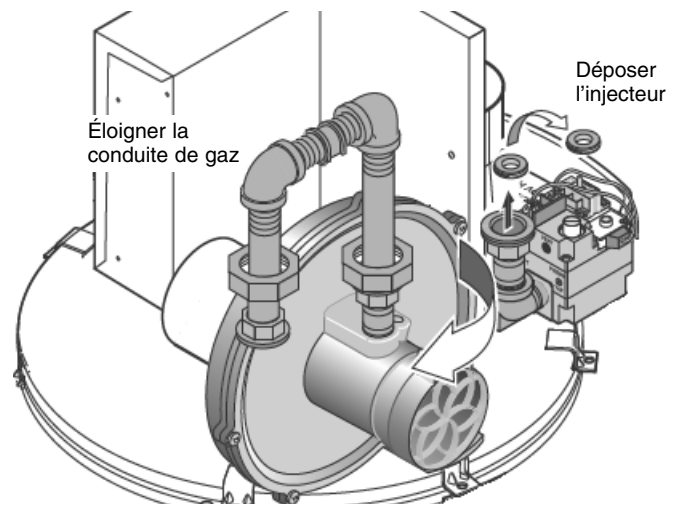

Figure 1 : Éloigner la conduite de gaz
4. Desserrer le raccord union de 1/2 pouce de la conduite de gaz qui se trouve directement au-dessus du tube d'arrivée d'air. (Voir la Figure 1). Éloigner la conduite de gaz.